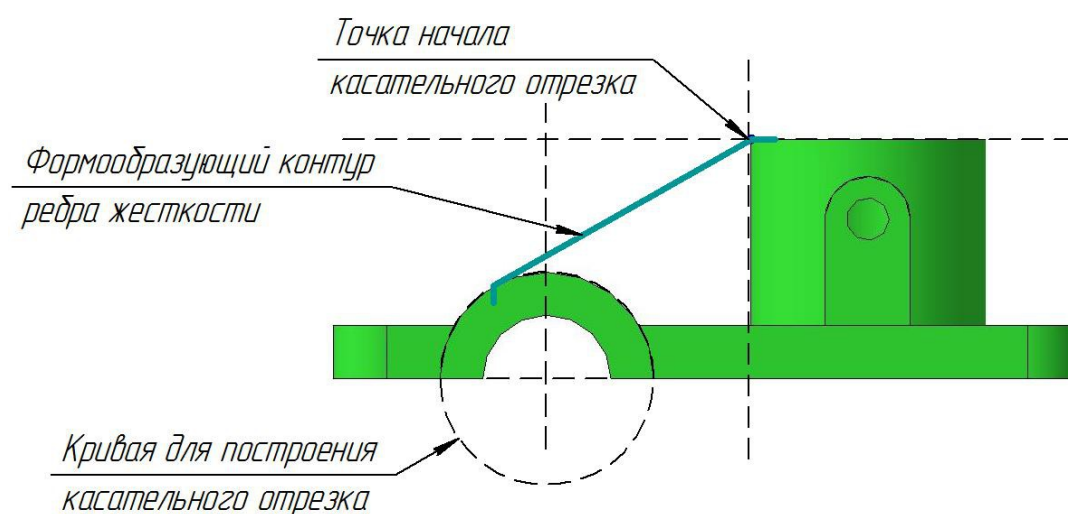

Рис. 3.19. Построение контура ребра жесткости
- ➔ Выберите в *Дереве построений* плоскость **XУ** и начертите в ней эскиз контура ребра жесткости (рис. 3.19).